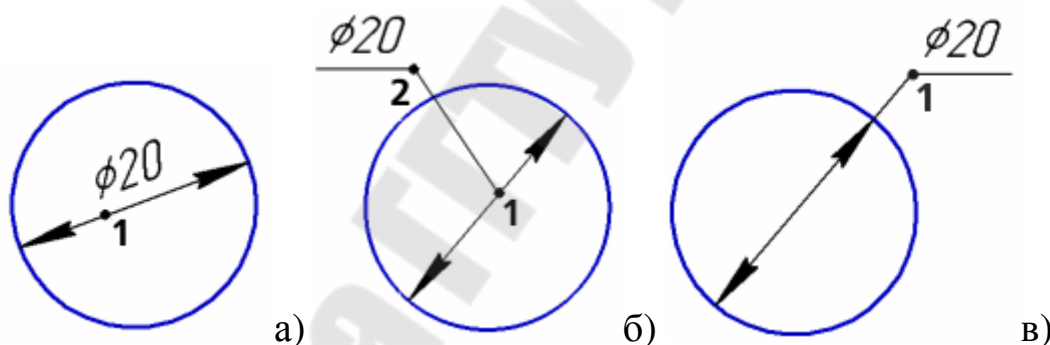

Рисунок 2.8 - Диаметральные размеры: а) с автоматически размещенной надписью; б) и в) с надписью, размещенной на полке
- Если выбрано автоматическое, фиксированное или ручное размещение размерной надписи, то указанная точка также определяет ее положение (рис. 2.8 а). После указания этой точки создание размера автоматически завершается.
- указание внутри окружности — точка определяет положение размерной линии и начало линии-выноски; в этом случае необходимо указать еще одну точку — точку начала полки (рис. 2.8 б),
- указание вне окружности — точка определяет положение размерной линии и начало полки (рис. 2.8 в).